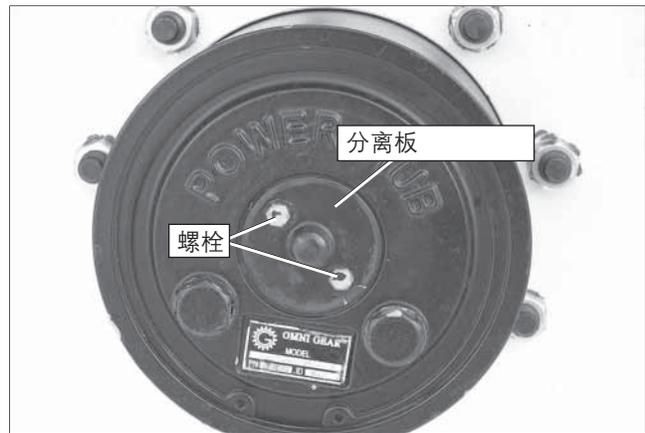

图 9.3 – 驱动轮
6. 在各个驱动轮上，拆下分离板处的两个螺栓(请参见图 9.3)。将分离板翻过来，使螺纹接套朝内。重新安装两个螺栓。
8. 拆下各个驱动轮上的两个螺栓，然后将分离板恢复到原来的位置，如图 9.3 所示。